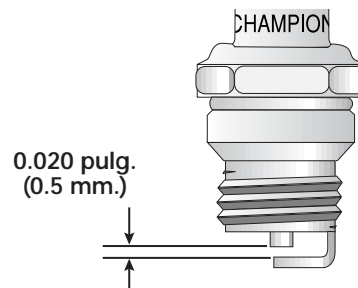

Fig. 29
3. Cambie las bujías que estén rajadas, sucias o deterioradas. Fije la separación de aire a **0,5 mm (0,020 pulgadas)** utilizando un calibrador (Fig. 29).